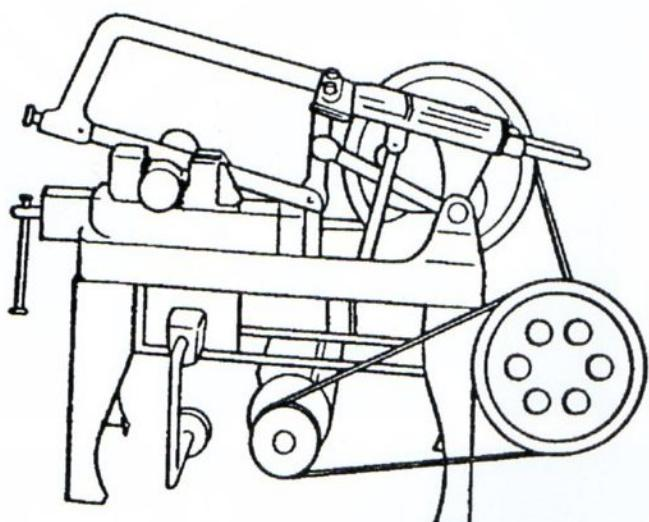

Abb. 1 Maschinenbügelsäge
- 2) Maschinenbügelsägen wie diejenige, die in Abb. 1 gezeigt ist, werden in vielen Werkstätten verwendet. Bei ihnen wird ein Kurbel- und Schiebermechanismus verwendet, um die Eingabe einer Drehbewegung von einem Elektromotor in eine Hin- und Herbewegung des Sägeblattes umzuwandeln. Wenn die Länge der Kurbel 60 mm beträgt, wie weit bewegt sich dann das Blatt?